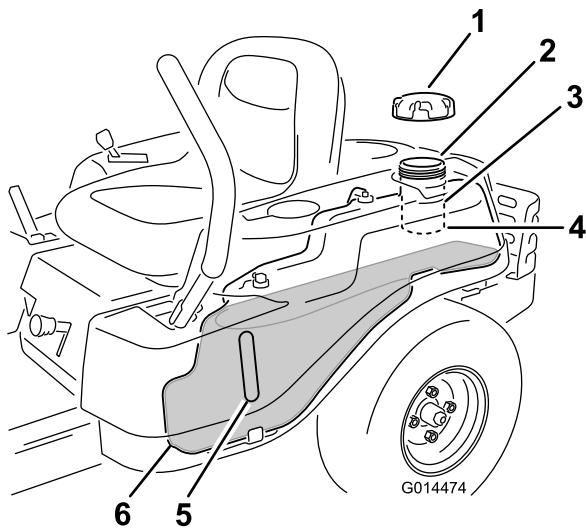

Bild 9
Hinweis: Sie können auf der Benzinuhr den Benzinstand ablesen, bevor Sie den Tank füllen (Bild 9).
2. Füllen Sie **langsam** bleifreies Normalbenzin ein, bis der Stand an der Unterseite des Einfüllstutzens liegt (Bild 9).